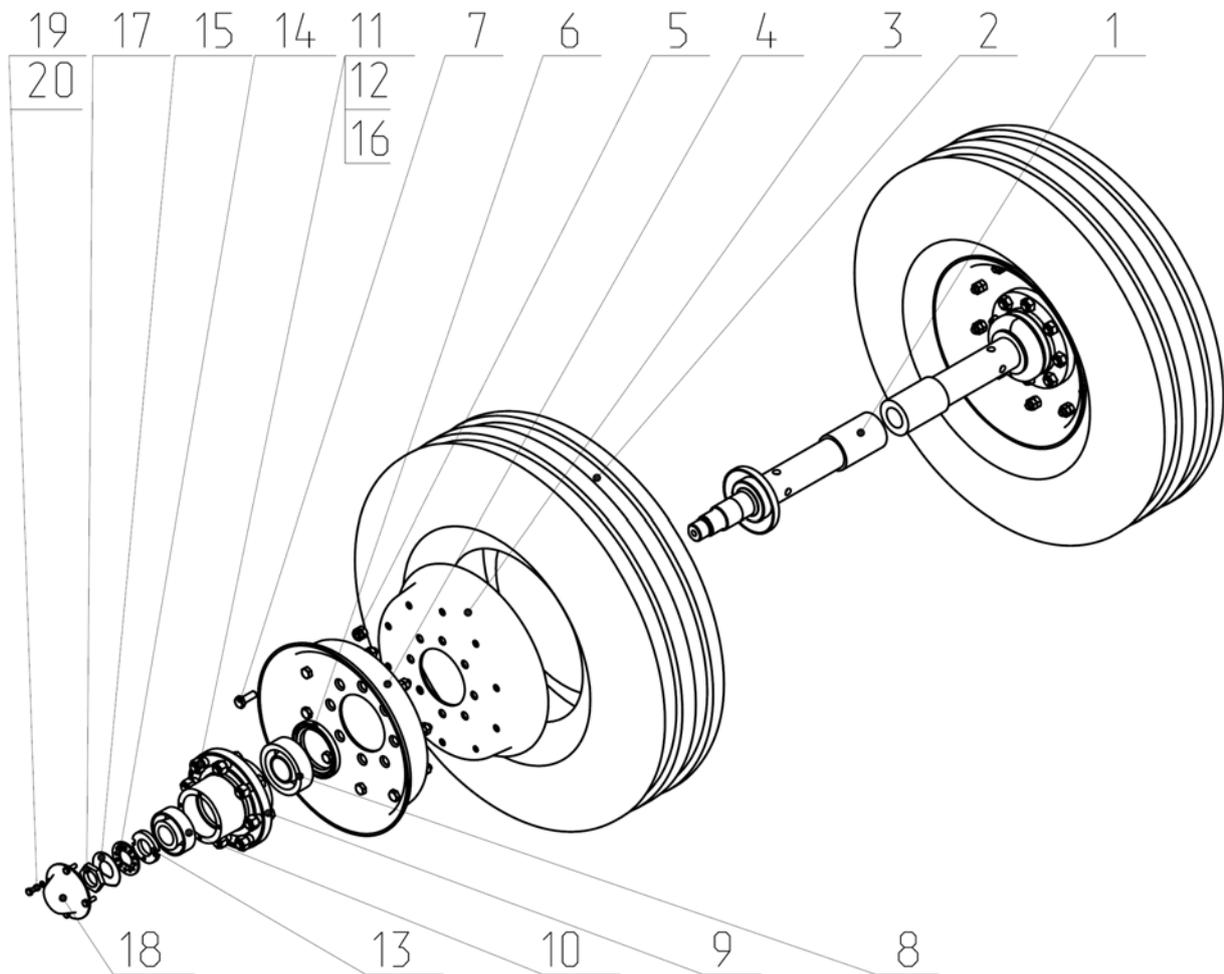

Рис.12. ЛДГ 03.050А Мост.
2.27. Мост (Рис. 12) является опорной частью снечи и предназначен для передвижения луцильника. Основными узлами моста являются колеса, ось 1 и ступицы 10.